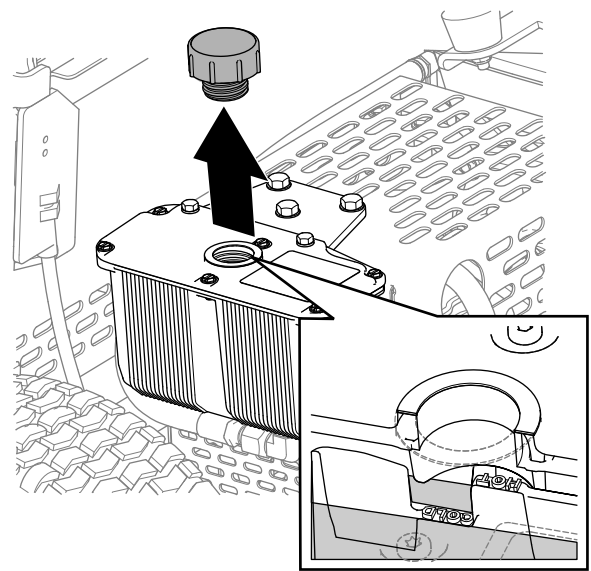

Figura 36
3. Retire o tampão e verifique o nível de fluido hidráulico no reservatório (Figura 36).